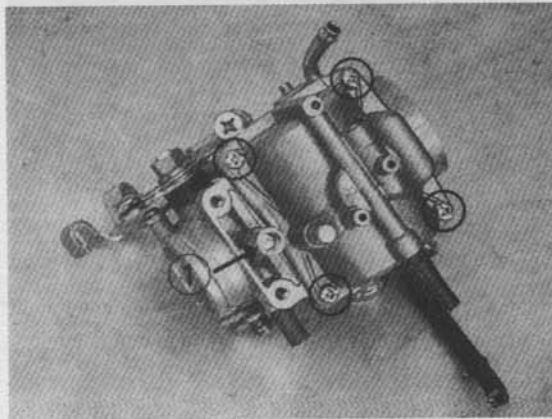

Bild 54
- Vier Kreuzschlitzschrauben von unten herausdrehen und Schwimmerkammerdeckel abnehmen (Bild 54).